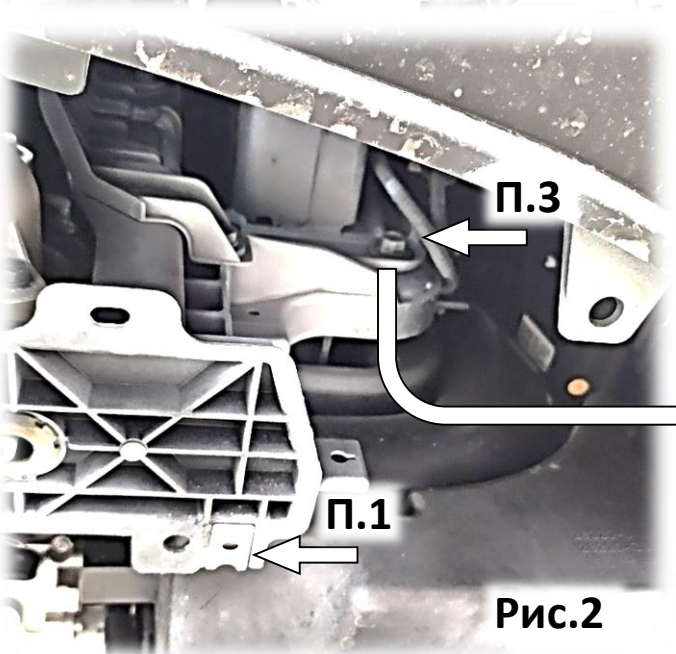

Рис.2
1. Снять штатный пластиковый пыльник, а на точки его крепления установить 12 скоб из ком-та крепежа. Ввернуть на 2-3 оборота два штатных болта М6 (рис. 2).
3. Вывернуть штатный болт М8 (рис. 2) и установить кронштейн №1 и закрепить его болтом М8х35. Установку кронштейна №2 выполнить аналогично и с правой стороны автомобиля.